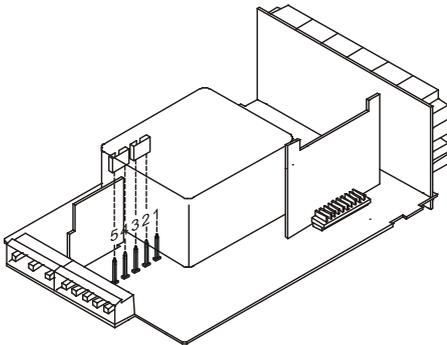

Fig. 9.2 Sélecteur d'alimentation 230V ou 48V AC
**Alimentation 115/230V AC :** Les instruments avec alimentation 115/230V AC sont livrés couplés (fig. 9.2) pour 230V AC (marché USA 115V AC). Pour passer à un couplage pour 115V AC, déplacer les deux ponts selon la figure 9.3 et le tableau 1. L'étiquette d'identification de l'appareil sera modifiée en conséquence.
**Alimentation 24/48 V AC:** Les instruments avec alimentation 24/48 V AC sont livrés couplés (fig. 9.3) pour 24V AC, voir figura 9.3. Pour passer à un couplage pour 48V AC, déplacer les deux ponts selon la figure 9.2 et le tableau 1. L'étiquette d'identification de l'appareil sera modifiée en conséquence.